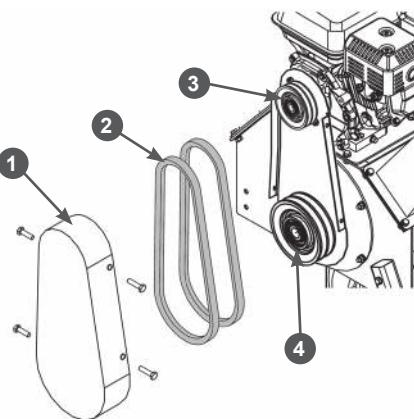

Рис. 28 Проверка состояния ремней
1. Открутите болты крепления и снимите кожух 1 защитный ремней, чтобы получить доступ к ремням (Рис. 28).
2. Проверьте состояние ремней 2 (Рис. 28). Если ремень протерт, надорван или заметны иные повреждения, он должен быть немедленно заменен.
1. Открутите болты крепления и снимите защитный кожух 1 ремней (Рис. 28).
3. Снимите ремни со шкивов 3 вала двигателя и 4 барабана с ножами (Рис. 28).